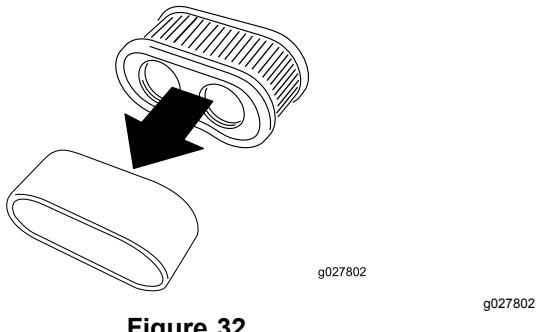

Figure 32
- Séparez les éléments en mousse et en papier (Figure 32).